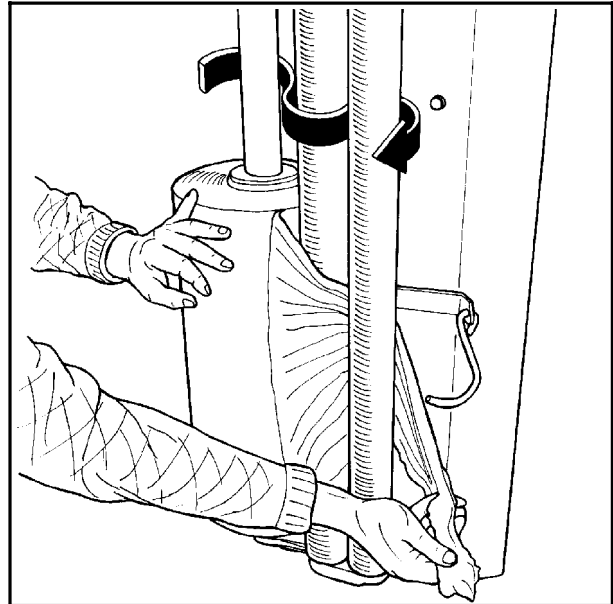

Bild 5-2
- 5.3** Die Folie wie abgebildet in Richtung der Pfeile zwischen den Rollen des Vorspanners hindurchziehen, siehe Abb. 5-2. (Siehe auch Schild am Wickelarm.)